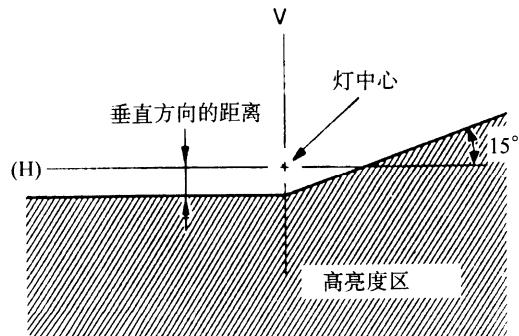

图 20-22
(水平方向)  $15^\circ$  的倾斜部分与垂直线交叉位置 (V) (见图 20-22)。